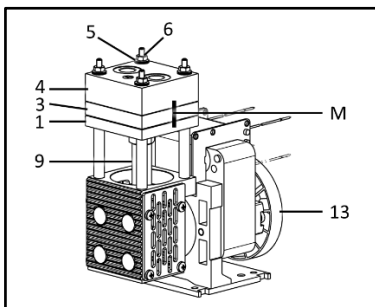
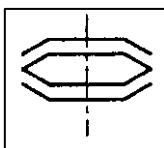

Abb. 4: N86.16
Abb. 6: Anordnung der Tellerfedern (5)
**i** Die folgenden Positionsnummern beziehen sich auf die Abb. 4 - Abb. 6 falls nicht anders angegeben.
Zur Anordnung siehe Abb. 6.